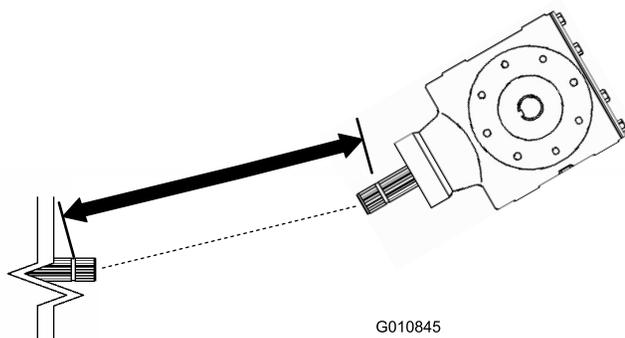
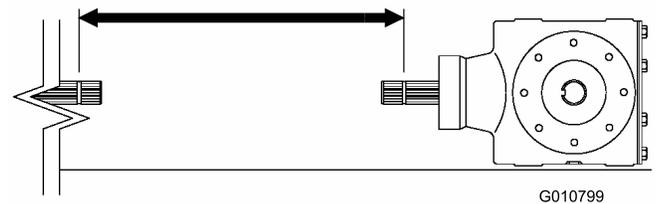
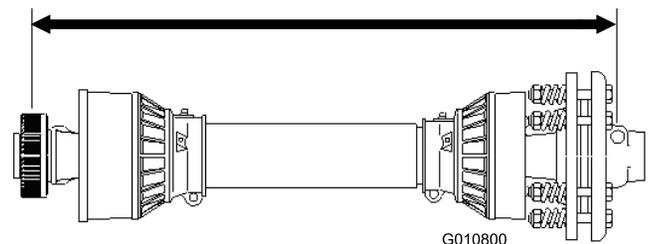

図 13
図 15
図 16
3. トラクタの PTO シャフト後端のロック溝からエアレータのギアボックスの PTO シャフトのロック溝からまでの距離を測定する（図 13）。この距離を記録する。例：67cm
5. トラクタの PTO シャフト後端のロック溝からエアレータのギアボックスの PTO シャフトのロック溝からまでの距離を測定する（図 15）。この距離を記録する。例：70cm
6. PTO シャフトの一方の端部にあるロックピンのボールの中心から、反対側の端部にあるロックピンの中心までの距離を測定する（図 16）。この距離を記録する。例：81cm
7. 図 15 と 図 13 とのうち、小さい方の数値を、図 16 の距離から差し引く。例：81cm - 67cm = 14cm